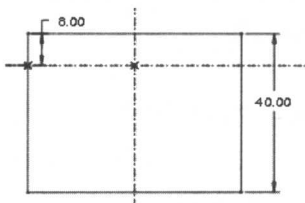

图 1-18
⑤ 在【选项】面板中选择“可变剖面”选项。
- ⑥ 单击  按钮，系统进入草绘状态。
- ⑦ 绘制如图 1-18 所示的矩形剖面。